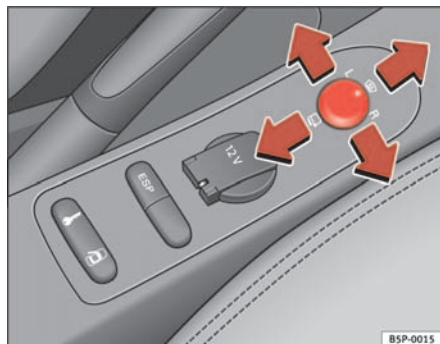

Fig. 89 Mando de los retrovisores exteriores
1. En primer lugar, gire el mando ⇒ **fig. 89** hasta la posición **L (retrovisor izquierdo)**.
- Gire el mando hacia delante, en la posición central ⇒ **fig. 89 ①**, para que los retrovisores térmicos se calienten y la función de cristal parabrisas calefactable* en la zona de reposo de las escobillas, quede activada. ⇒ página 128
- Gire el mando ⇒ **fig. 89** hasta la posición  para plegar los retrovisores exteriores. Para evitar daños en el vehículo, debería plegar los retrovisores exteriores siempre que utilice un túnel de lavado automático.